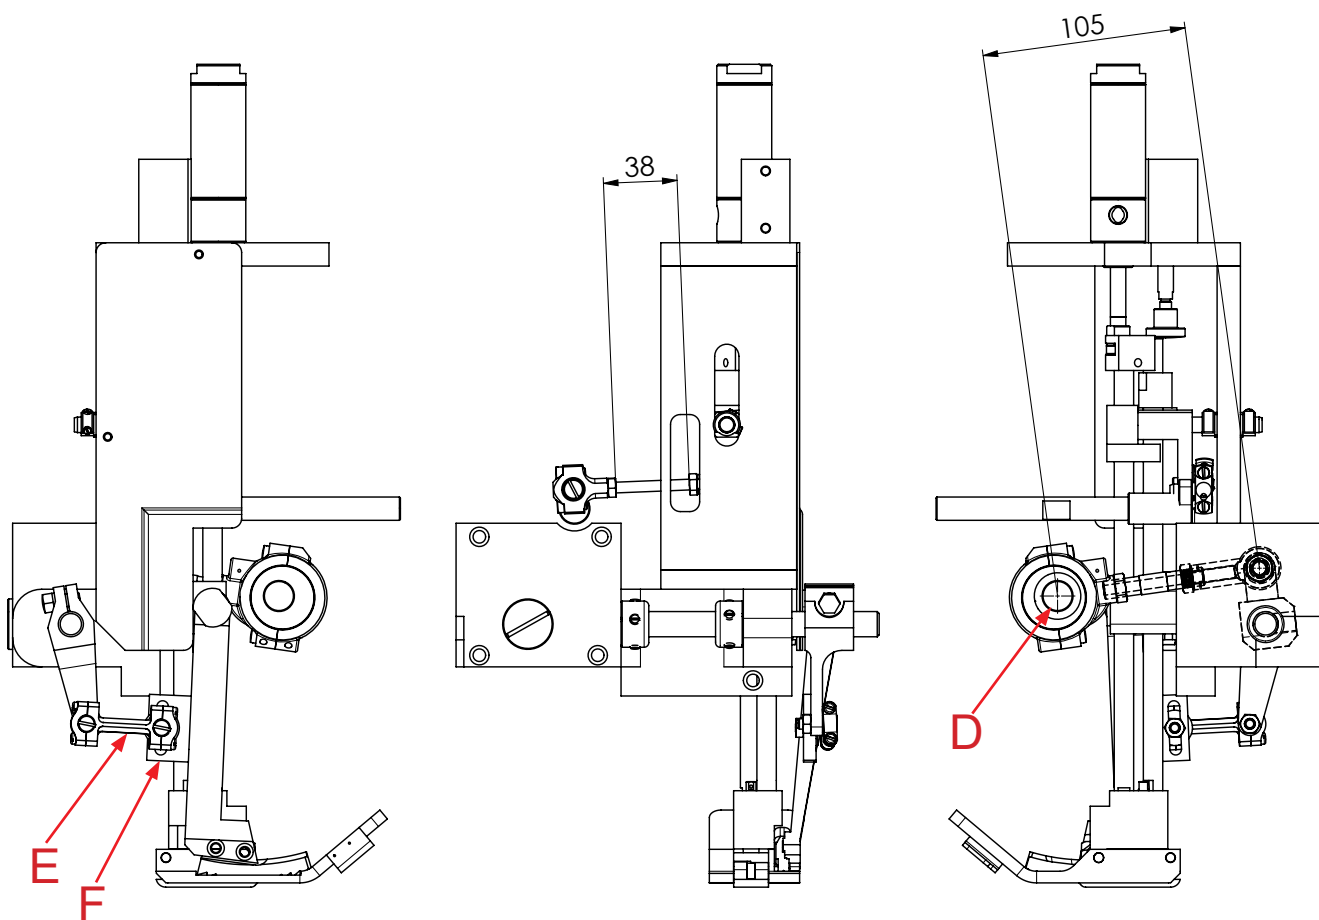

Fig. 3
- Turn the eccentric (D, Fig. 3) on the main shaft until lower feed and presser foot feed simultaneously.
The stitch length should be adjusted to the lower feed: By pushing the double link (E, Fig. 3) on the upper feed lever (F, Fig. 3) upwards the stitch becomes longer, downwards the stitch becomes shorter.
- Exzenter (D, Fig. 3) auf Hauptwelle verdrehen bis Untertransport und Obertransport synchron transportieren.
Die Stichlänge sollte an den Untertransport angepasst sein: Durch Verschieben des Doppelgelenks (E, Fig. 3) am Transporteurhebel (F, Fig. 3) nach oben wird der Stich länger, nach unten kürzer.